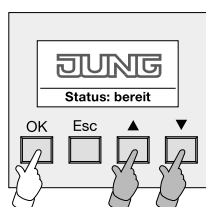

Bild 1:
1. Am Bluetooth Gateway ist das Menü "Einstellungen" zu aktivieren. Dazu ist im Grundzustand des Gateways die Bedientaste "OK" oder eine der beiden Pfeiltasten zu betätigen (vgl. Bild 1). Weiter mit Schritt 2.